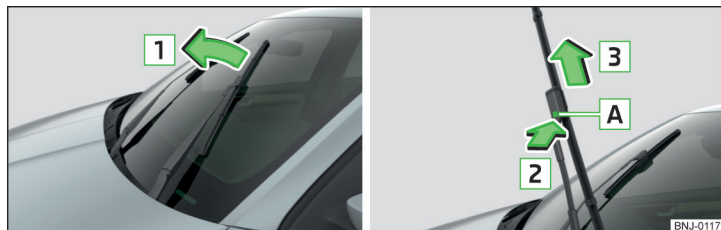

Fig. 198 Înlocuirea lamelelor ștergătoarelor de parbriz
- Ridicați brațul de ștergător de parbriz de pe parbriz, în sensul săgeții **1** » fig. 198.